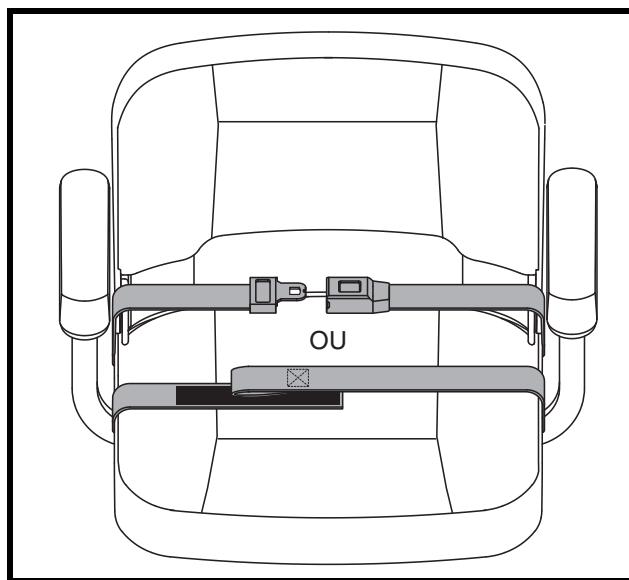

Figure 19. Ceinture de positionnement - De type attache in métal ou Ceinture de positionnement - Crochet réutilisable et boucle de fixation
Votre scooter peut être équipé d'une ceinture de positionnement de type automobile réglable pour votre confort. **Voir la figure 19.** La ceinture de positionnement est conçue pour supporter et empêcher le conducteur de glisser ou d'avancer sur le siège. La ceinture de positionnement n'est pas une ceinture de sécurité.
1. Insérez l'onglet de la ceinture côté droit dans la boucle de ceinture côté gauche jusqu'à ce que vous entendiez le "clic". **Voir la figure 19.**
1. Alignez les deux côtés de la ceinture en plaçant les deux bouts directement au-dessus du côté de l'attache ("crochet") du côté opposé de la ceinture. Pressez fermement ensemble pour attacher. **Voir la figure 19.**